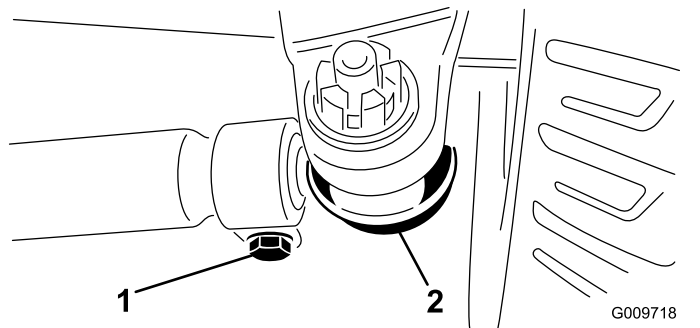

Bild 101
3. Entfernen Sie den Splint und die Mutter von einem der Spurstangen-Kugelgelenke (Bild 101), um die Vorspur einzustellen.
5. Lockern Sie die Klappen an beiden Enden der Spurstangen (Bild 101).